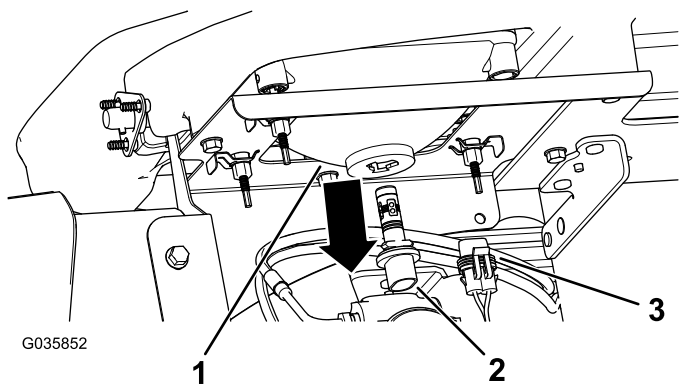

図 42
3. ヘッドライトハウジングの裏側からきているランプアセンブリ用ハーネスコネクタを外す 図 42。
4. ランプアセンブリを左に¼回転させて後ろに引き抜いてヘッドライトハウジングから取り出す 図 42。
5. 新しいランプアセンブリとヘッドライトハウジングを入れ、ランプアセンブリについているタブをヘッドライトハウジングのスロットに合わせる 図 42。
6. ランプアセンブリを右方向に¼回転させて取り付ける 図 42。
7. ハーネス用のコネクタを、新しいランプアセンブリのコネクタに接続する 図 42。